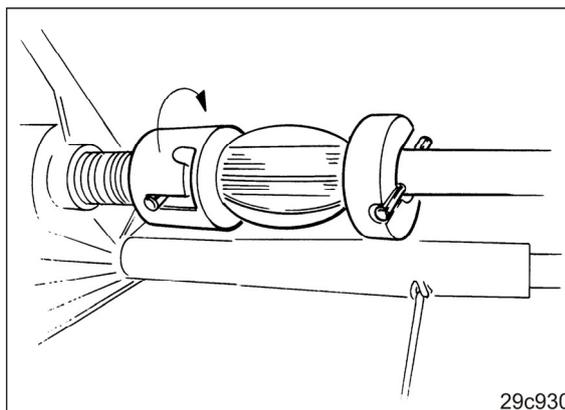

Рис. 210
1. Включите половину высевающего вала слева (Рис. 210).